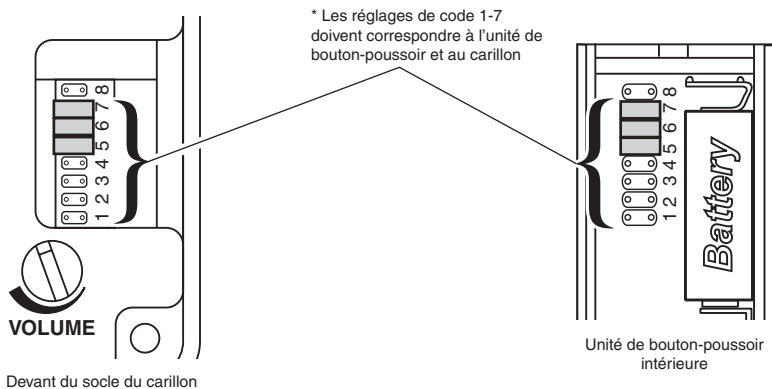

Figure 10
- Assurez-vous que les codes de l'unité de bouton-poussoir et du carillon sont identiques (voir la Figure 10).
1. Ouvrez les boîtiers, et repérez les cavaliers de l'unité du bouton-poussoir et du carillon (voir la Figure 10).
2. L'unité de bouton-poussoir et le carillon comptent chacun huit (8) emplacements de cavalier différents. Les positions 1 à 7 servent au réglage du code.
Note : Les cavaliers sont installés à l'usine aux positions 5, 6 et 7 sur le bouton-poussoir et sur le carillon (voir la Figure 10).